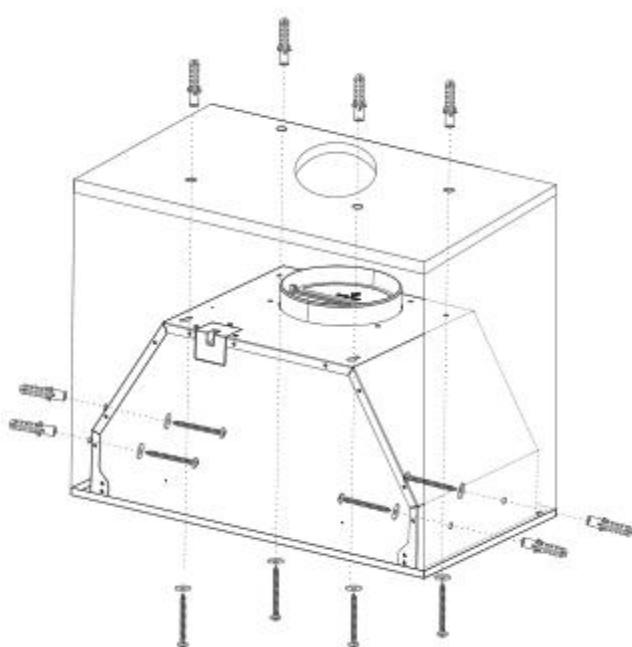

Fig. 4.
3. Taladre los orificios y acople la campana de acuerdo con la fig. 4.